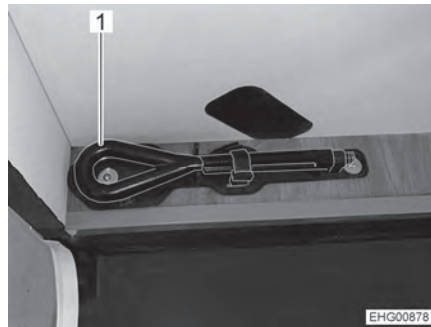

Bild 1 Abschleppöse
- ▷ In der Bedienungsanleitung des Basisfahrzeugs Ford ist beschrieben, dass sich die Abschleppöse unter dem Beifahrersitz befindet. Im Motorcaravan ist die Abschleppöse (Bild 1,1) aber in einer Halterung auf dem Bodenabsatz in der Heckgarage untergebracht.